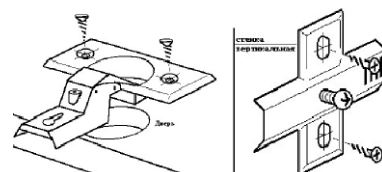

Рис. 6 - Схема установки петель.
4. Крепление петель. Прикрепить петли на двери (13,14) и платы на бруски вертикальные (10,11) изнутри шкафа (Рис.6) шурупами-саморезами 4x16мм. Навесить двери, закрепив петли на платах. Отрегулировать крепление дверей по зазорам. Закрепить ручки на двери шурупами-саморезами 4x35мм.
5. Внутри шкафа в отверстия для полок $\varnothing 5$ мм вставьте полкодержатели и установите полки. Установить полкодержатели с силиконовыми наконечниками в крышку (1) и щит гориз. нижний (2) (для стопора дверей).